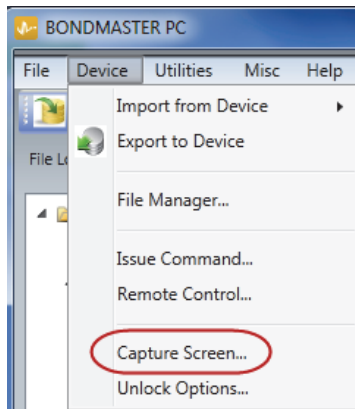

Figure 7-1 Menu PC Device de BondMaster PC
3. Dans le menu **Device** (Appareil), sélectionnez **Capture Screen** (Captures d'écran) [voir la Figure 7-1 à la page 190].